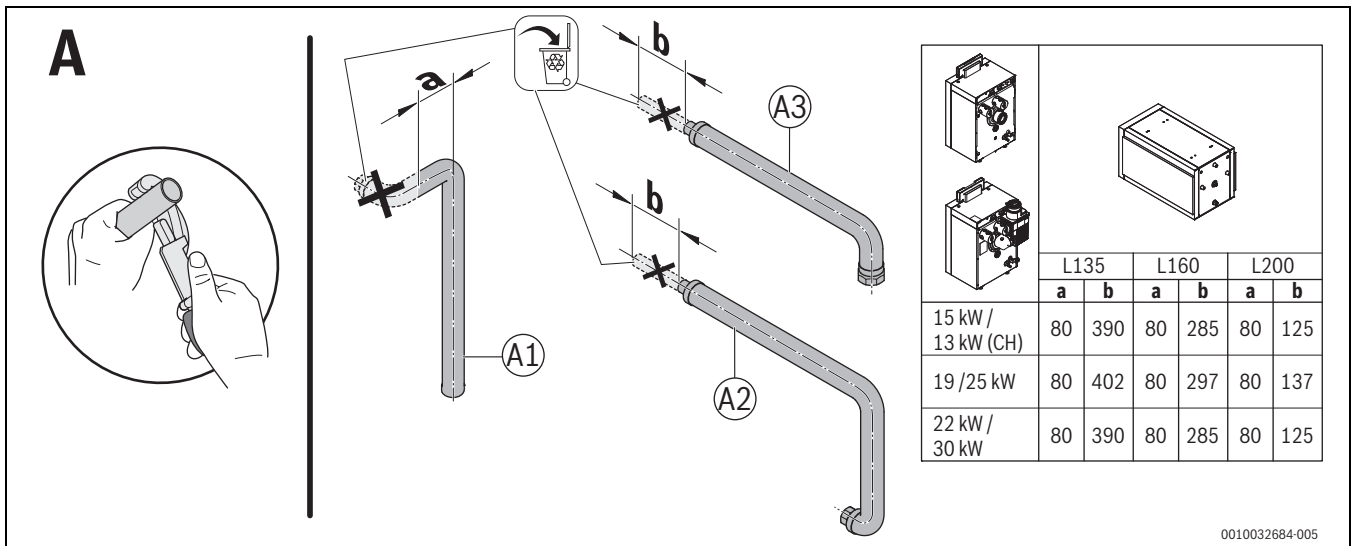

Bild 11 Kürzen der Rohre, Variante A
- ▶ Rohre entsprechend Bild 11 und 12 kürzen und montieren.
Kürzen der Rohre entsprechend Bild 11 vornehmen. Ansonsten Installa-